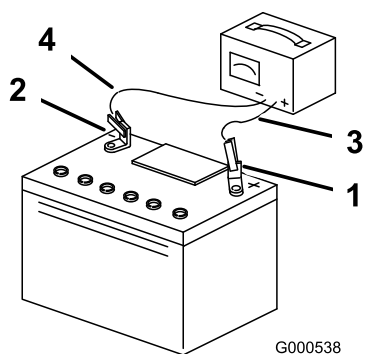

Figura 41
5. Cuando la batería esté completamente cargada, desconecte el cargador del suministro eléctrico, y desconecte los cables del cargador de los bornes de la batería (Figura 41).